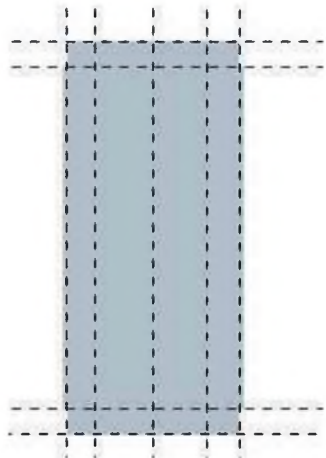
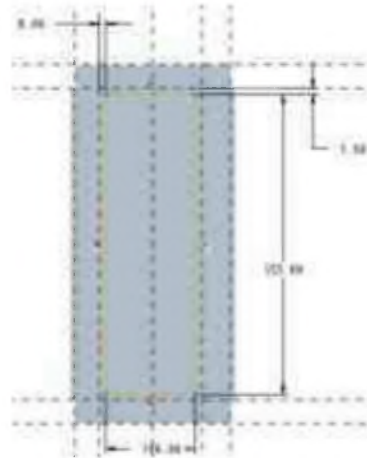

图 1-22
图 1-23
2) 调整视图方向，选择“草绘”|“参照”，选取图 1-22 所示的先为参照，然后单击“草绘方向”按钮，使草绘平面与屏幕平行。绘制如图 1-23 所示的草绘截面，单击“草绘器”工具栏中的按钮退出草绘模式。